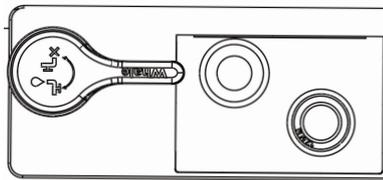

Bild 35A Dräneringsventil - stängd position
- Steg ett:** Vid första användning, eller vid påfyllning när systemet har varit tomt, måste man kontrollera att avtappningsventilen är stängd (se bild 35A) Fyll sedan systemet med rent färskvatten.